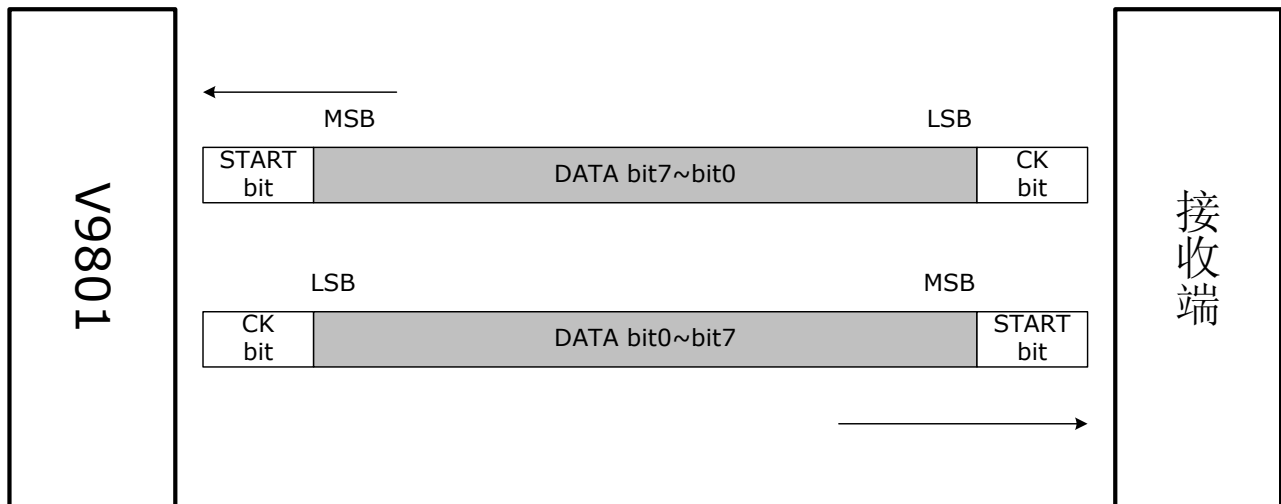

图 11-9 EUART 通信数据帧格式
除了上述五路普通 UART 外，V9801 还集成了 2 路支持 ISO/IEC 7816-3 通讯协议的增强型 UART 接口 (EUART)，该接口提供了异步、半双工的通讯功能，其通讯波特率可调，且支持自动重发机制。其发送和接收的数据帧都包括 10 位，由三部分组成，分别是：1bit 开始位 (START)，8bit 数据 (DATA) 和 1bit 校验位 (CK)。接收/发送 8bit 数据时，MSB 在前，LSB 在后，如图 11-9 所示。